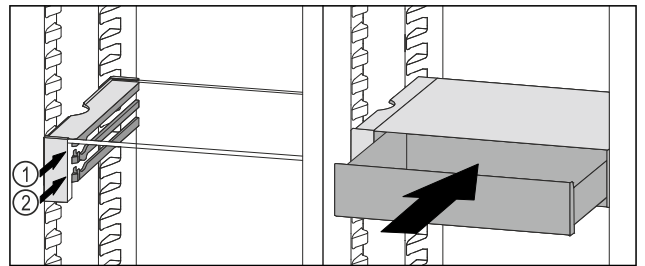

Fig. 70
- ▶ Plasser VarioSafe-skuffen bak stopperne på ønsket rille Fig. 70 (1) eller Fig. 70 (2).